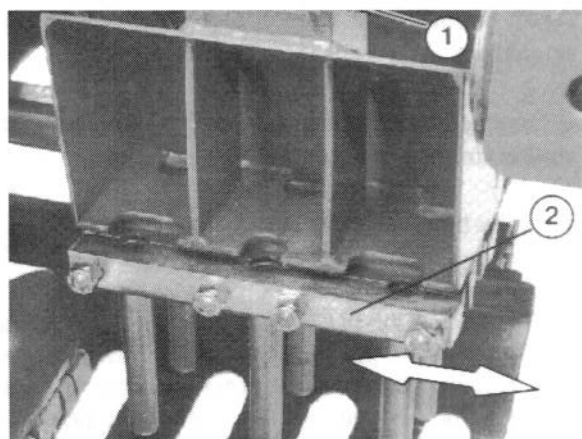

Figure 16
Nota: en cas de panne importante des pièces du réducteur, l'huile devient contaminée et doit être vidangée. Rincer le réducteur et le remplir avec de l'huile neuve. Le bouchon de vidange se trouve sous le couvercle à l'avant du réducteur (Fig. 16).
1. Saisir chaque ensemble par la base et essayer de le déplacer latéralement de chaque côté (Fig. 16). Ne pas le bouger d'avant en arrière. Il ne doit pas ou presque pas y avoir de jeu. S'il y a du jeu, passer au point 2. S'il y a peu ou pas du tout de jeu, contrôler l'ensemble suivant.